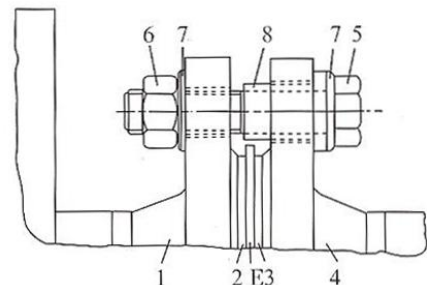

图 12 在阴极保护管道上的“绝缘”螺栓
- 穿过法兰的连接螺栓应采用绝缘材料制造的衬套和垫圈，使螺栓与法兰隔离。（图 12）